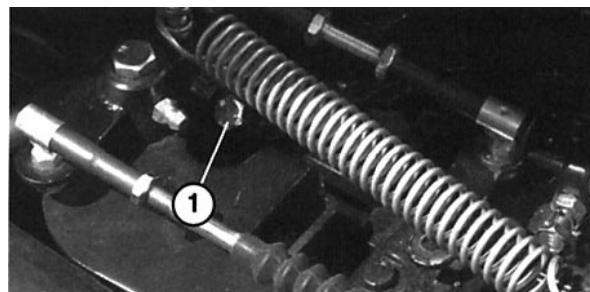

Figure 13
3. Dévisser la vis de purge sur la pompe d'injection de carburant (Fig. 13) au moyen d'une clé 10 mm.